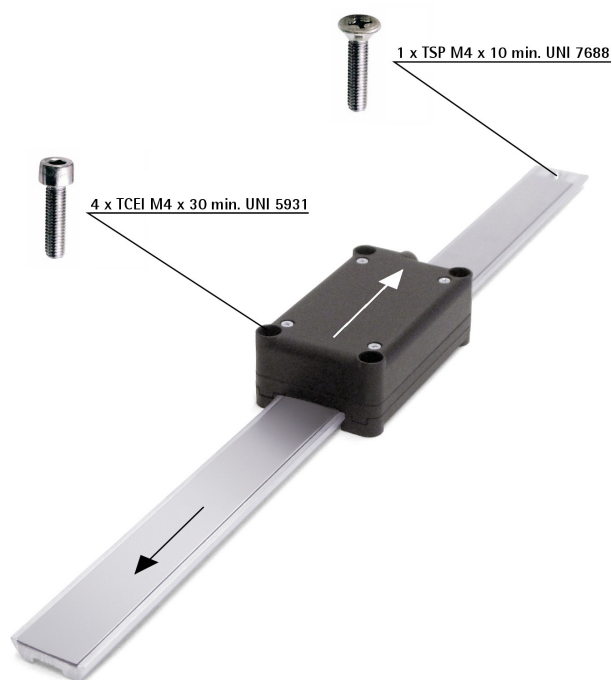

Figura 2
3.3 Sensore (Figura 2)
3.4 Guida porta banda magnetica (Figura 2)
3.6 Direzione di conteggio standard (Figura 2)
La direzione di conteggio standard (il canale A precede il canale B) si ha quando il sensore muove sulla banda nella direzione indicata dalla freccia bianca in Figura 2; oppure quando la banda muove nella direzione indicata dalla freccia nera in Figura 2.
4.5.1 Direzione di conteggio standard (Figura 2)